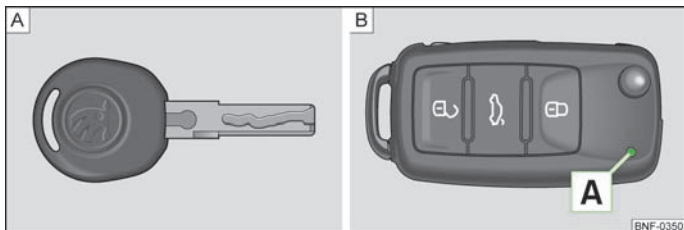
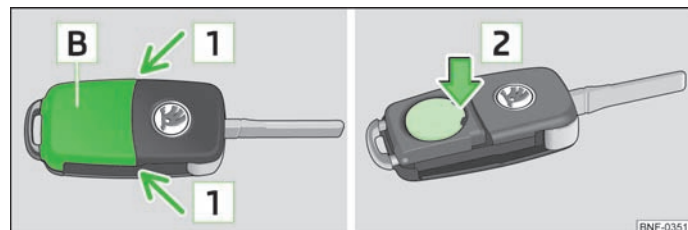

Fig. 7 Nøgler uden fjernbetjening / Nøgler med fjernbetjening
Fig. 8 Nøgler med fjernbetjening: Sådan tages afdækningen af. / Sådan tages batteriet ud.
Der udleveres to nøgler sammen med bilen. Afhængigt af udstyret kan din bil være udstyret med nøgler uden fjernbetjening » Fig. 7 - [A] eller med fjernbetjening » Fig. 7 - [B].
Hver nøgle med fjernbetjening har et batteri, som er placeret under afdækningen [B] » Fig. 8. Hvis batteriet er afladet, blinker den røde kontrollampe [A] ikke, når du trykker på en knap på fjernbetjeningen » Fig. 7. Vi anbefaler, at du får skiftet nøglens batteri hos en ŠKODA partner. Hvis du alligevel ønsker at udskifte det afladene batteri selv, skal du gøre det på følgende måde:
- Tryk batteriafdækningen af med tommelfingeren eller med en flad skruetrækker i området ved pilene [1] » Fig. 8.